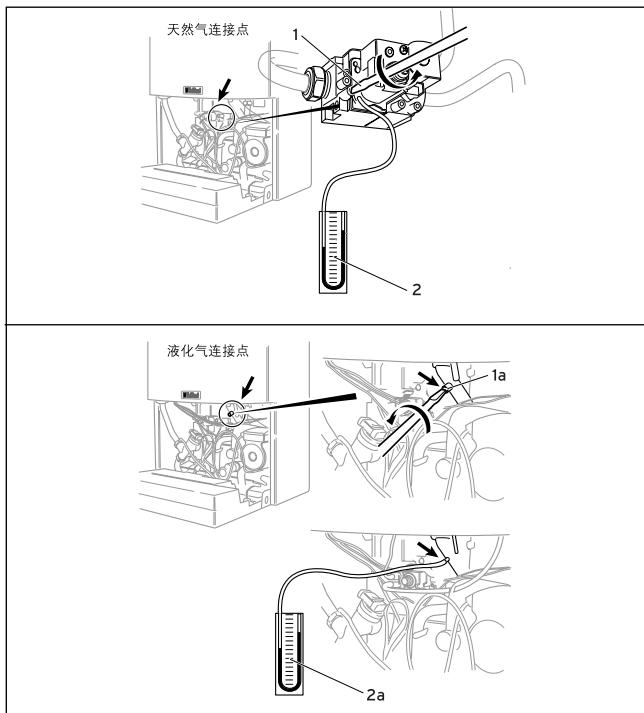

图9.2 检测燃烧器压力
### 9.3 安装压力计，检测燃烧器压力(参见图9.2)
- 按图9.2所示将燃气压力计连接至壁挂炉燃烧器压力检测点；